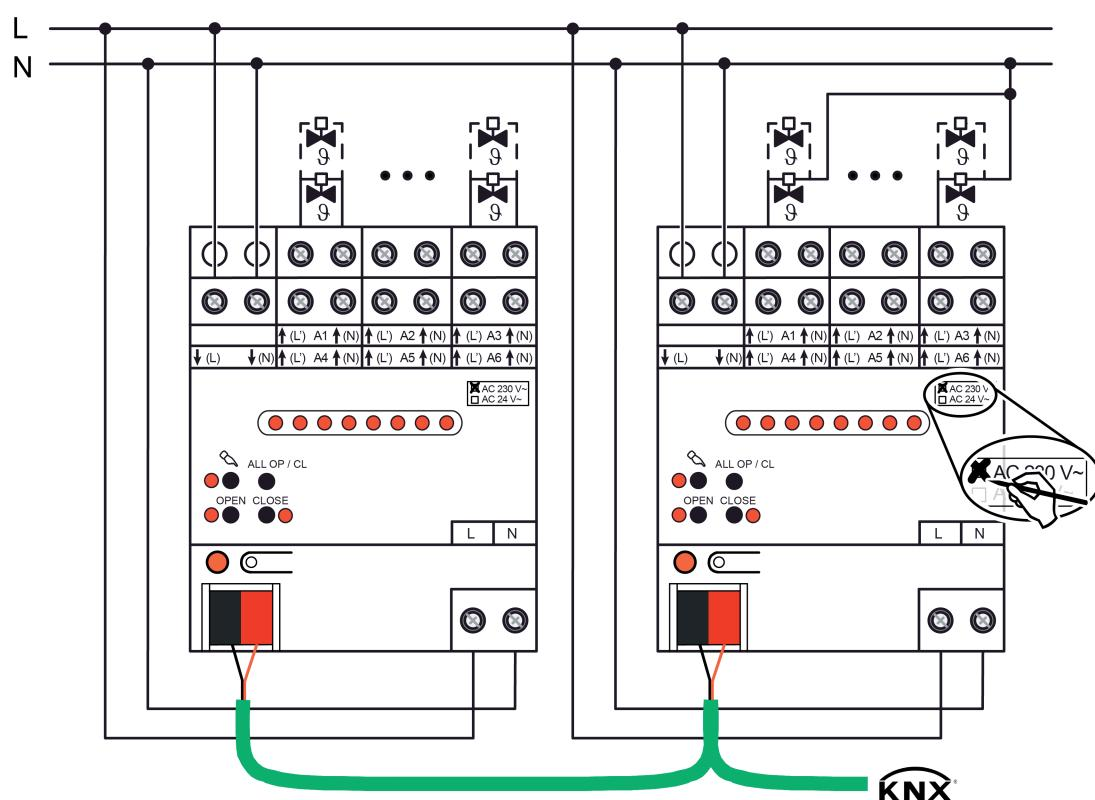

Bild 2: Anschluss für Stellantriebe AC 230 V (Anschlussbeispiele)
- Stellantriebe AC 230 V gemäß Anschlussplan (Bild 2) anschließen. Die Neutralleiter der Stellantriebe können entweder jeweils direkt mit den N-Klemmen der Ausgänge des Heizungsaktors (Anschlussbeispiel links) oder alternativ gemeinsam mit einem geeigneten N-Potenzial (z. B. N-Leiterklemme im Verteiler) verbunden werden (Anschlussbeispiel rechts). Es ist nicht unbedingt erforderlich, die Neutralleiter der Stellantriebe unmittelbar an den Aktor anzuschließen.
- Versorgung (Netzspannung AC 230 V) für Stellantriebe an Klemmen **↓(L)** und **↓(N)** (1) anschließen.
- Netzspannung an Klemmen **L N** (5) anschließen.